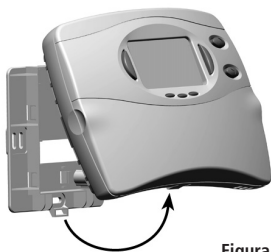

Figura 2
- Retire la placa de pared de su termostato presionando la pestaña de liberación en la parte inferior del termostato. (Vea la Figura 2.)